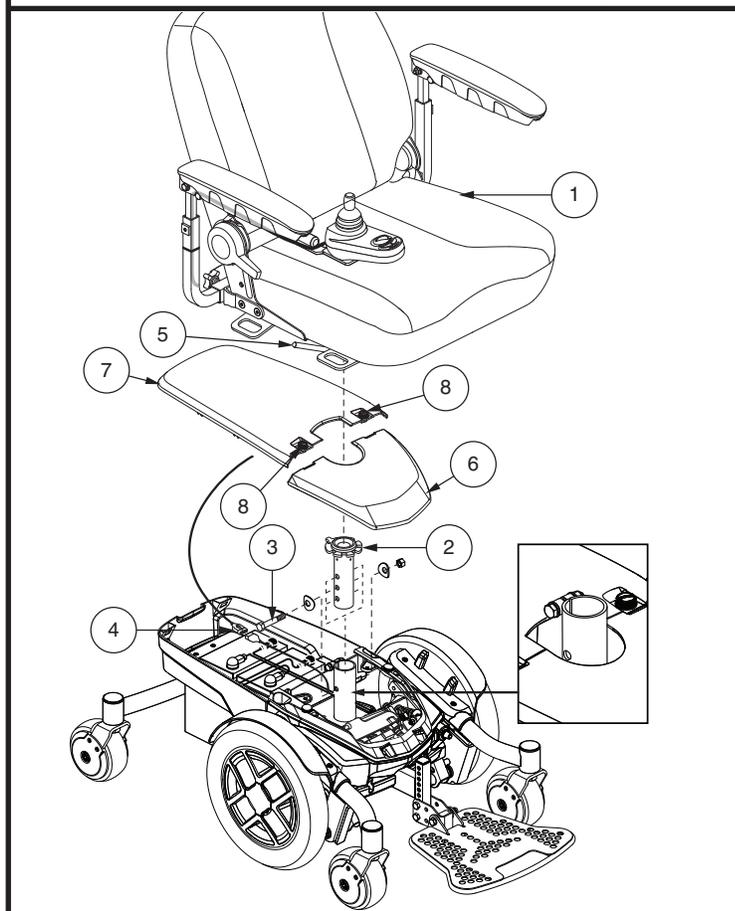

Figura 8. Regolazione altezza sedile
3. Scollegare i connettori della centralina dalla base elettronica. **Vedere la figura 8.**
4. Sollevare il blocco di sicurezza del sedile. **Vedere la figura 8.**
7. Allentare l'hardware nella parte posteriore del pistone del sedile. **Vedere la figura 8.**
8. Rimuovere i morsetti di fissaggio che uniscono le barre a trapezio ai pali del sedile. **Vedere la figura 8.**